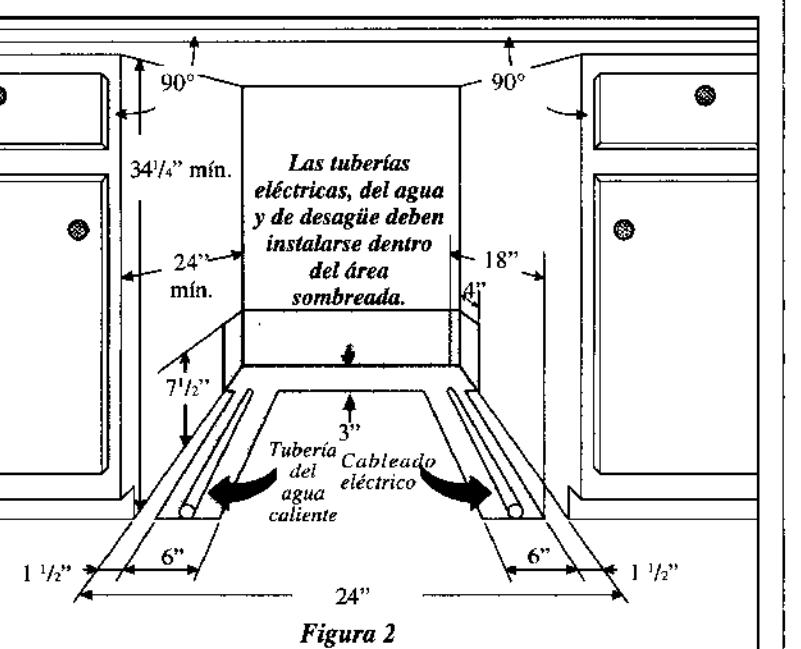

Figura 2
IMPORTANTE: Para funcionamiento y apariencia adecuada del lavavajillas, la abertura del armario debe tener las dimensiones que se muestran en la Figura 2. Si el lavavajillas va a ser colocado en una esquina, debe haber por lo menos un despeje lateral de 2 pulgadas para abrir la puerta.
El cableado eléctrico, las tuberías del agua y de desagüe se deben ubicar dentro de las áreas sombreadas a fin de evitar daño a los conductores eléctricos, a las tuberías del agua y de desagüe. Ver Figura 2.
- Corte el agujero de acceso en el área sombreada mostrada en la Figura 2.
- Corte el agujero de acceso del agua en el área sombreada indicada en la Figura 2.
- Antes de cortar el acceso a la manguera de desagüe, revise ambos lados del área seleccionada para evitar interferencia. Corte un agujero de 2" de diámetro en el área sombreada mostrada en la Figura 2.